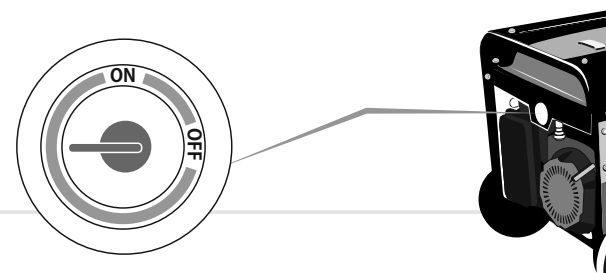

рисунок 5
1. Откройте топливный кран (см. рис. 5), повернув рычажок топливного крана в положение «ON».
- Закрыть топливный кран (см. рис. 5), повернув рычажок топливного крана в положение «OFF».
4. При работе на бензине закройте топливный кран, повернув рычажок топливного крана в положение «OFF» (см. рис. 5). При работе на сжиженном газе закройте кран подачи газа (см. рис. 7.).